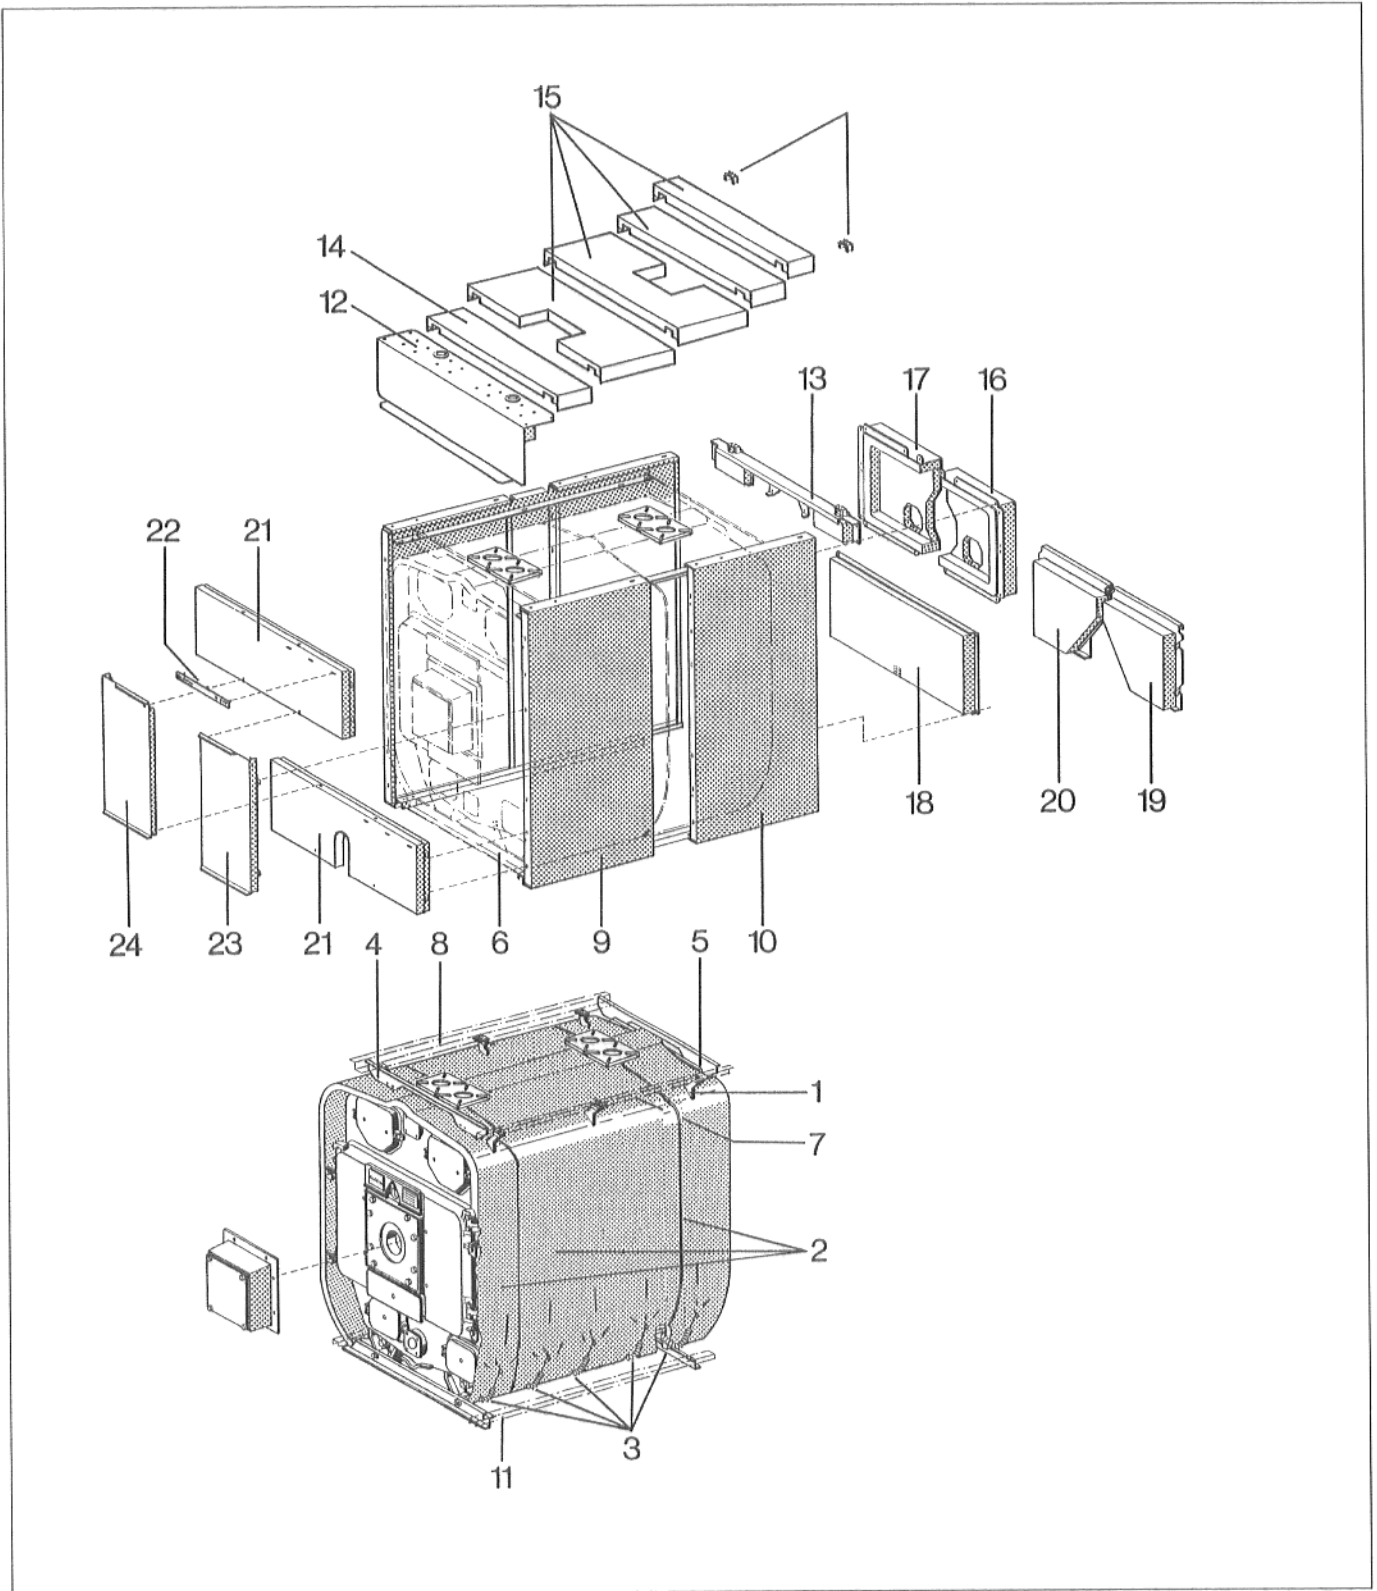
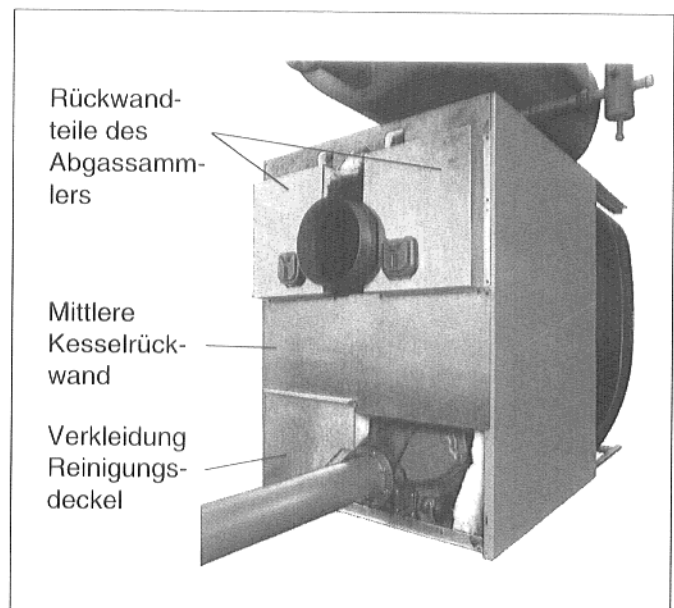

Abb. 35
Abb. 46
- Die **Rückwand des Abgassammlers** (18 Abb. 35) ist zweiteilig. Die beiden Teile sind so auf dem Abgassammler anzusetzen, daß die beiden Ausschnitte über den Reinigungsdeckeln des Abgassammlers sitzen (Abb. 46). Rückwand mit Blechschrauben oben und an den Seitenwänden anschrauben.
- **Mittlere Kesselrückwand** (19 Abb. 35) mit der Lasche unter die Rückwand des Abgassammlers schieben und mit Blechschrauben anschrauben (Abb. 46).
- **Verkleidung der Reinigungsdeckel hinten unten** (20 Abb. 35) mit den Haken in die Seitenwände und in die mittlere Kesselrückwand einhängen (Abb. 46).
- **Blende Reinigungsdeckel vorn oben und unten** (9 Abb. 35) mit den abgekanteten Haken in die Schlitz der Seitenwände einhängen.
- **Blenden Brennertürscharniere und -verschußbleisten** (23 u. 24 Abb. 35) Mit der Lasche in die untere Blende der Reinigungsdeckel und mit den seitlichen Haken in die Seitenwände einhängen. Blenden oben mit je einer Blechschraube an die Blende der oberen Reinigungsdeckel anschrauben.